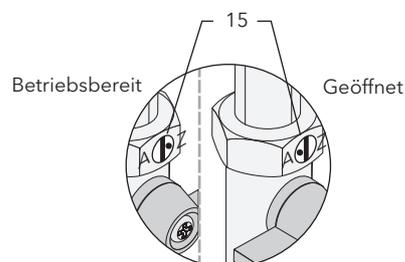

Bild 11 Ausbau des Wärmetauschers
5.2 Primärkreis befüllen (Bild 11)
Befüllen Sie nun langsam den Pufferspeicher und den Primärkreis. Dazu den Netzstecker einstecken und über das Menü „Handbetrieb“ die Primärkreispumpe auf die Betriebsart „Dauer“ schalten. Rückschlagventil (15) am Kugelhahn im Primärrücklauf öffnen (zur korrekten Stellung siehe Bild 11 - Ausschnitt). Während der Befüllung den Primärkreislauf entlüften.
5.4 Pumpenstufe wählen (Bild 11)
Wenn in Kalt- und Warmwasserleitungen bauseits Spülhähne installiert wurden, kann der Wärmetauscher nach Bild 11 durch Spülen entkalkt werden. Sind keine Spülhähne vorhanden, sollte der komplette Wärmetauscher nach Bild 11 zum Reinigen aus der Station ausgebaut werden. Dazu:
- Absperrhahn (5, Bild 11) im Primärkreis-Vorlauf und Pumpenschieber (7, Bild 11) zum Absperrn des Primärkreises (2, 9; Bild 11) schließen.
- Wärmetauscher (3, Bild 11) primärseitig durch Lösen der 1"-Überwurfmutter (6, Bild 11) am Primärvorlauf und (10, Bild 11) am Primärrücklauf entleeren.
- Zur Demontage des Wärmetauschers alle vier 1"-Überwurfmutter (4, 6, 10, 11; Bild 11) mit einem 36er-Maulschlüssel lösen. Wärmetauscher über Nacht in handelsübliche Entkalkungsmittel oder eine 5-%ige Essiglösung einlegen und anschließend gründlich reinigen. Vorsicht beim Umgang mit Entkalkungsmitteln und Essig!